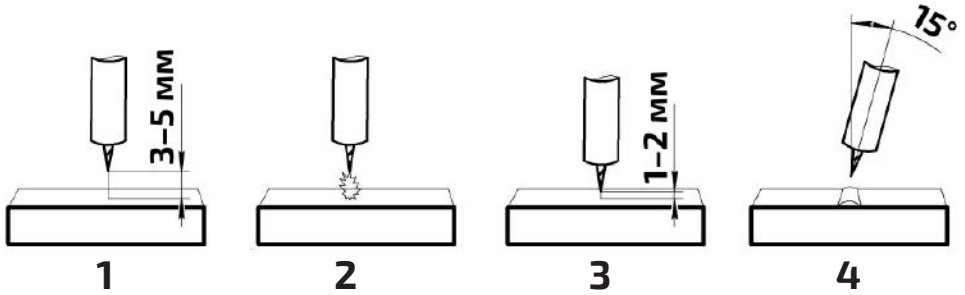

Рис.7.3.1. Высокочастотный поджиг дуги.
Высокочастотный поджиг (HF) позволяет зажечь TIG дугу без касания к изделию. Основное преимущество в том, что при зажигании дуги в основном металле не остается вольфрамовых включений (см. рис. 7.3.1).